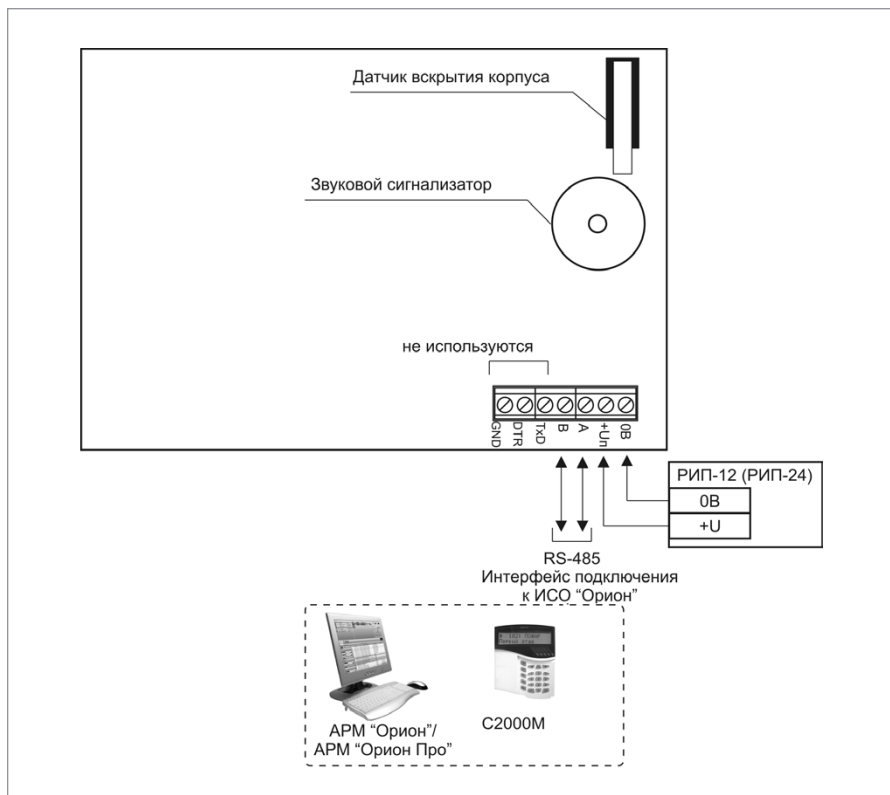

Рисунок 2. Схема внешних соединений клавиатуры C2000-K
3. Подключение соединительных линий выполняйте в соответствии с проектной документацией и схемой на Рисунок 2.